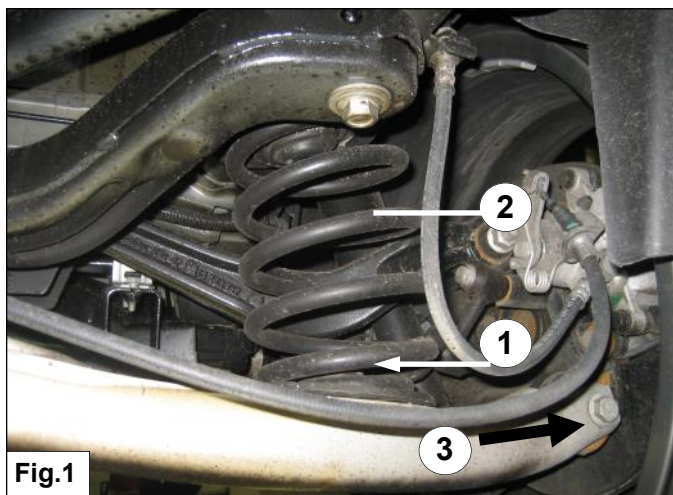

Fig.1
1. Soutenez le bras de suspension et démontez le boulon indiqué 3. **Attention : le bras de suspension est sous tension.** Voir fig. 1.